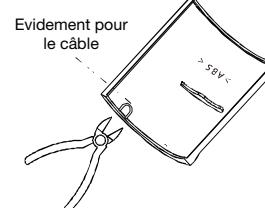

Fig. 11
3. Ménager dans le couvercle un orifice pour le câble de l'adaptateur. Fig. 11.